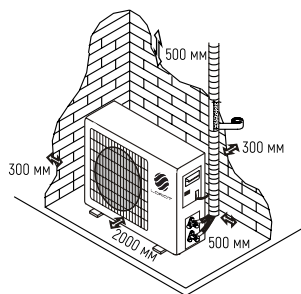

рис. 3
5. Оставьте расстояние между прибором и какими-либо объектами, как показано на рисунке (Рис. 3), чтобы обеспечить свободную циркуляцию воздуха.